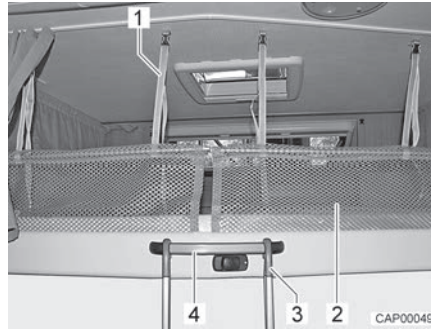

Fig. 63 Échelle de montée et filet de sécurité
- Accrocher l'échelle de montée (Fig. 63,3) à la poignée étrier (Fig. 63,4) du lit escamotable à l'aide des deux étriers.
Les filets de sécurité (Fig. 63,2) et les sangles de retenue sont rangés sous le matelas. Ne tendre les filets de sécurité qu'une fois que les personnes se trouvent dans le lit escamotable.
- Faire s'enclencher les sangles de retenue (Fig. 63,1) dans les œillets du plafond.